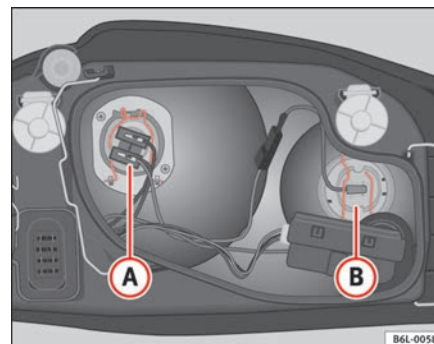

Abb. 151 Glühlampe
- Ziehen Sie den Stecker vom Lampenkabel ab ① ⇒ Abb. 151.